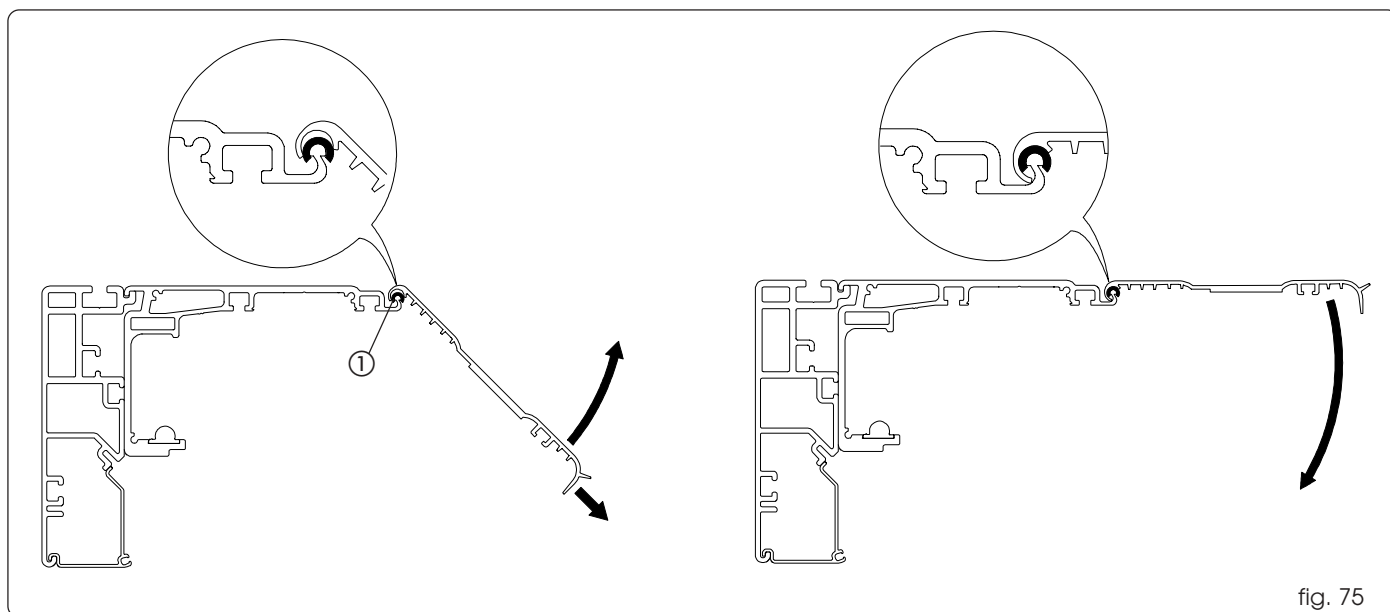

fig. 75
Snijd de sluitkap af op dezelfde lengte als het steunprofiel. Monteer de trillingdempende afstandstukken (fig. 75, ref. ①). Plaats de sluitkap op de afstandstukken; trek eraan zoals aangegeven op fig. 75 en draai hem naar boven, totdat hij correct vast komt te zitten.